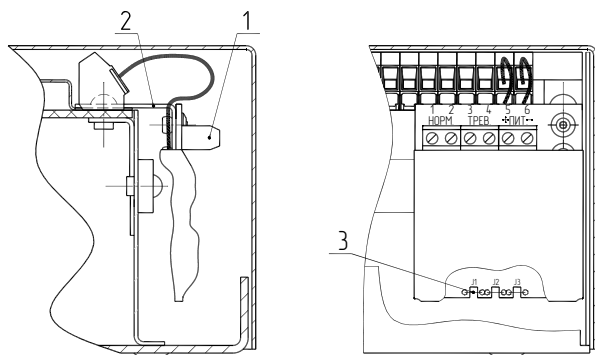

Рис.1. Модуль ИРМ и способ его монтажа в приборе «Яхонт-ППУ-ПК».
1.2 Конструктивно ИРМ представляет плату с радиоэлементами и клеммами (поз.1 рис.1), обтянутую термоусадочной изоляционной трубкой. С краю платы ИРМ прикреплен монтажный уголок (поз.2 рис.1). Монтируется ИРМ внутри корпуса прибора в кабельном отсеке путем закрепления уголка одним из крепежных винтов платы прибора.
1.3 В зависимости от прибора, к которому подключен ИРМ, на плате модуля снизу должны быть удалены (перекушены) перемычки J1...J3 (поз.3 рис.1) в соответствии с таблицей :